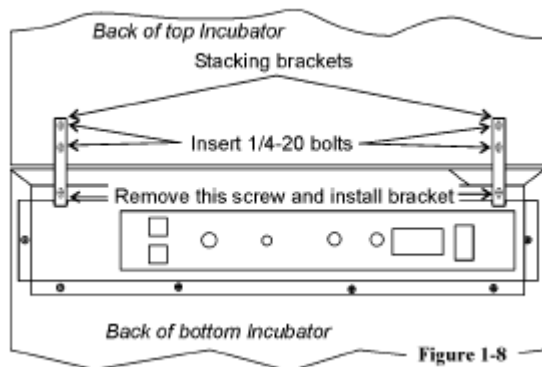

图 1-8
6. 如图1-8所示取下并保存底部设备控制面板后的两个螺丝。